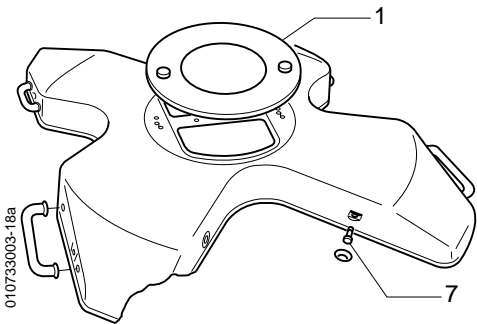

FIG. 1
- 1) Die zentrale Abdeckhaube entfernen (Abb. 1).
- 1) Retirer le capot central n°1 (FIG. 1).